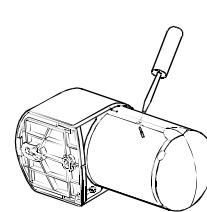

Fig. 1
1. Batteriefachdeckel mit einem flachen Schraubendreher abnehmen. Abb. 1
4. Batteriefachdeckel wieder aufsetzen. Die Abdeckung ist richtig aufgesetzt, wenn sich das Schraubendrehersymbol gegenüber der Aussparung für den Schraubendreher befindet. Abb. 1